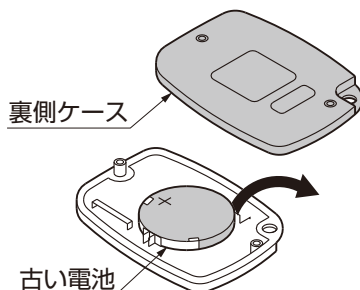

図17-2
- ② リモコン送信器の裏側のケースをはずし古い電池を取り出してください。（図17-2参照）